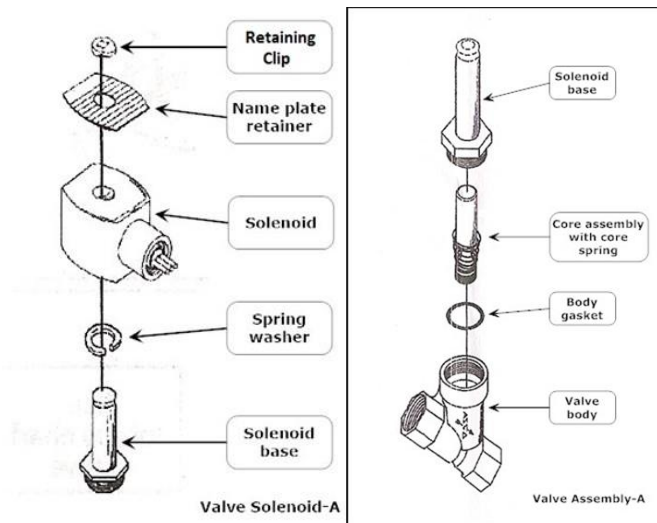

Figura 9-18: Conjunto y componentes de la válvula de control GM
2. Conjunto y componentes de la válvula de control GM. **Vea la Figura 9-18.**
(Típico en los cuerpos de las 4 válvulas) **Vea la Figura 9-18.**